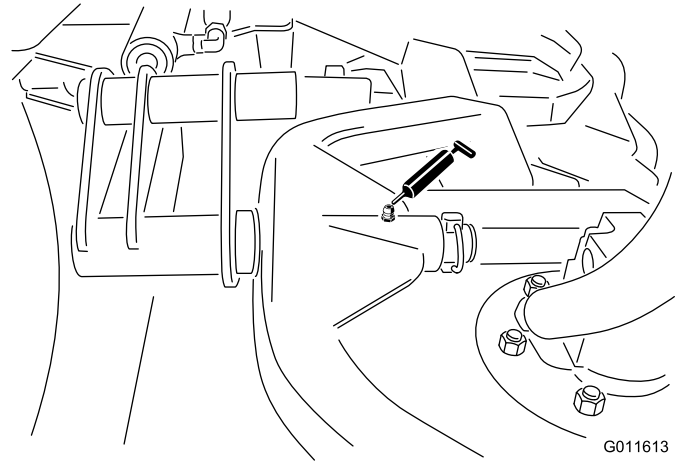

Figura 29
- Pivote del bastidor de tiro de la unidad de corte (1 en cada) (Figura 29)